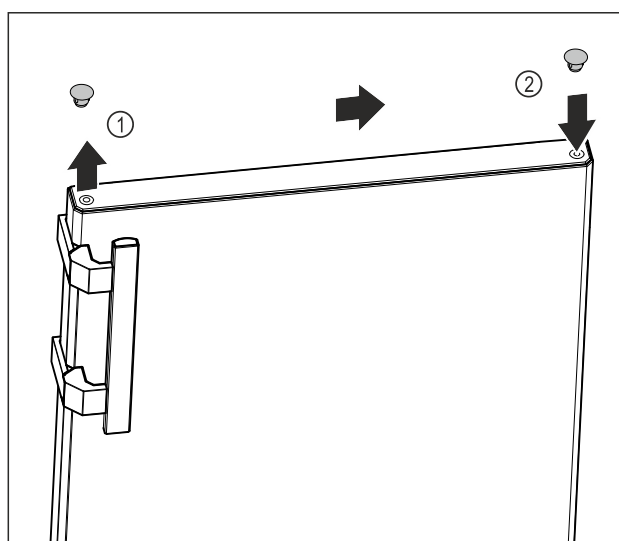

Fig. 18
- ▶ Zdvihnite opatrne kryciu zátku hornej strany dverí Fig. 18 (1) pomocou plochého skrutkovača.
- ▶ Nasadte kryciu zátku na opačnú stranu. Fig. 18 (2)